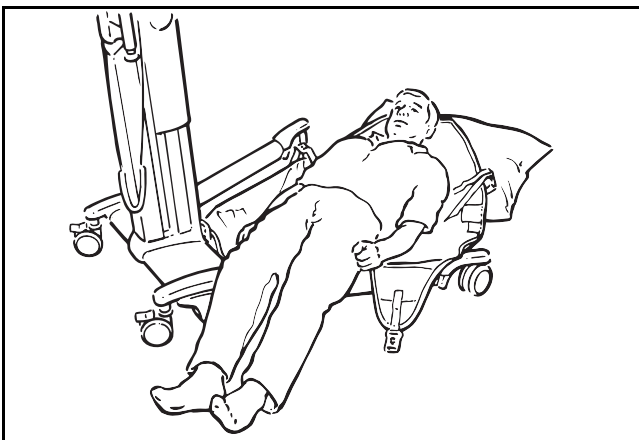

Рис. 32
Подложите стропу под пациента, переворачивая его или переведя в положение сидя. Вначале разведите ножки шасси, затем подкатите подъемник и поместите ноги пациента поверх шасси, как показано на Рис. 32.
**ОСТОРОЖНО!** Когда пациент находится над ножками шасси, как показано на Рис. 32, НЕ используйте кнопки управления регулируемыми ножками шасси.